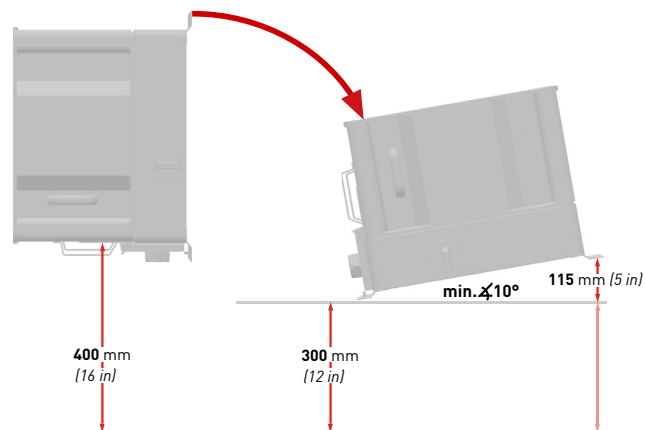

Fig. 5: Vertikale und horizontale Installation (10° im Außenbereich)
- a)** Im Anschlussbereich mindestens einen Abstand von 300 mm zum Boden einhalten (siehe Abb. 5).